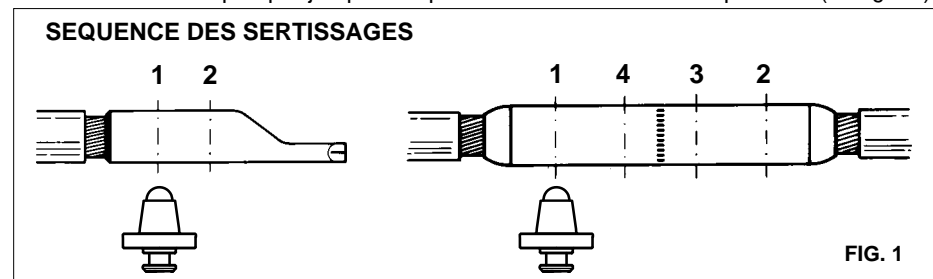

FIG. 1
- Insérer le poinçon **PS 230...** dans le siège du piston (2) en tirant le loquet (20).
- Insérer le connecteur dans la matrice coquille (89) en plaçant cas par cas la matrice à l'intérieur de la fourche (5) en la poussant pour la bloquer en position de fonctionnement qui est donnée par l'accouplement des rainures sur les côtés de la matrice avec les vis sans tête (8) disposées sur les bras de la fourche.
- En actionnant la pompe, commencer à sertir le connecteur en partant, pour les manchons, de l'extrémité vers l'intérieur et, pour les cosses de l'extrémité vers la plage (voir figure 1).
- Insérer le poinçon **PS 130.../E** (92) dans l'adaptateur **AU 231-PS/E** (90) en appuyant sur le petit ergot de déblocage de la matrice (83) et le faire glisser jusqu'à ce qu'il soit bloqué par l'ergot (84).
- Insérer le connecteur dans la matrice coquille (93) en plaçant cas par cas la matrice à l'intérieur de l'adaptateur en la poussant pour la bloquer en position de fonctionnement qui est donnée par l'accouplement des rainures supérieures présentes sur la matrice avec les vis sans tête disposées à l'intérieur de l'adaptateur.
- En actionnant la pompe, commencer à sertir le connecteur en partant, pour les manchons, de l'extrémité vers l'intérieur et, pour les cosses, de l'extrémité vers la plage (voir fig. 1).